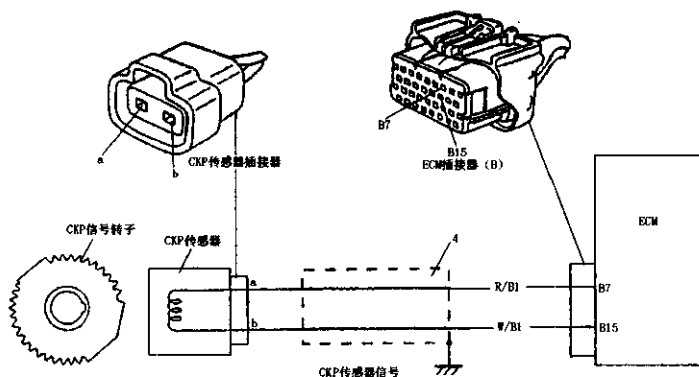

图 2-83 曲轴位置传感器信号电路图
(6) 曲轴位置传感器信号电路图,如图 2-83 所示。
- ① 检查时,关闭点火开关,拆下 ECM 插接件。
- ② 测量 ECM 插接器孔 B7 与 B15 之间的电阻值在 20℃时,应为 360 ~ 460Ω。